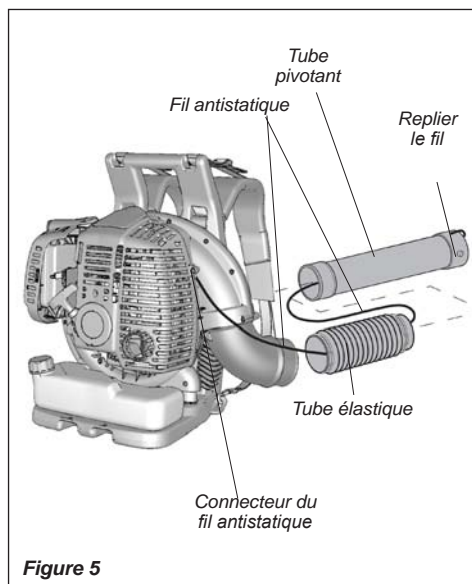

Figure 5
2. Retirer le fil antistatique de l'emballage et fixer le passe-câble sur la vis du couvercle de moteur droit. Voir Figure 5.
7. Replier l'extrémité du fil antistatique sur le raccord du tube pivotant. Voir Figure 5.